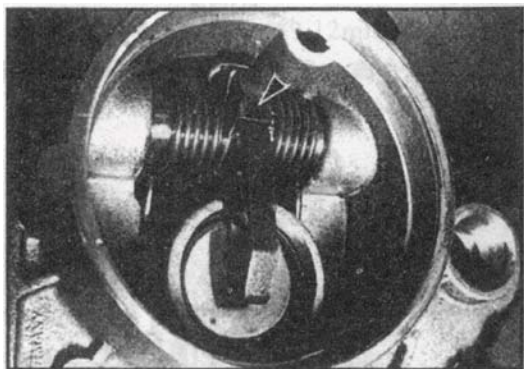

图 4-47 冲下后盖
- (1) 将车放置在平台上。
- (2) 拆下离合器拉线总成。
- (3) 拆下发动机在变速器侧的支撑。
- (4) 举升起车辆。
- (5) 放净变速器中的润滑油。
- (6) 用冲头冲下后盖，如图 4-47 所示。注意不要弄坏接触表面。
- (7) 拆下分离指的固定卡子，拽出离合器的分离轴。
- (8) 取出分离指及弹簧。
- (9) 离合器的分离轴承可以拿下来。
- (10) 用冲头冲下分离轴油封总成，注意不要弄坏接合表面。